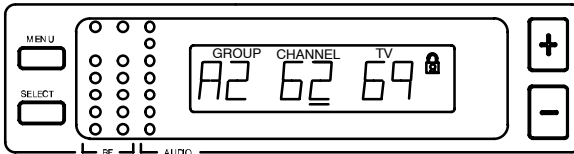

ABBILDUNG 33
5. Ein kleines Schloßsymbol erscheint in der rechten oberen Ecke der Statusanzeige (Abbildung 33). Es zeigt an, daß der Empfänger im Sicherungsmodus ist.